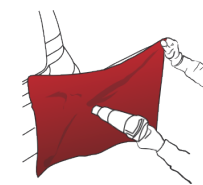
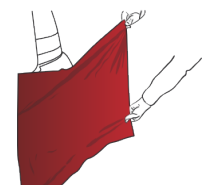
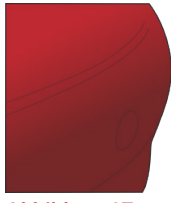

Abbildung 12
Abbildung 13
Abbildung 17
- › Folie auf 40 °C bis 50 °C erhitzen (Abb. 12) (30 °C und 40 °C für HX45CA890B, HX45CA891B, HX45CA892B) und so spannen, dass die konvexe Oberfläche vollständig bedeckt wird. (Abb. 13)
- › Die Verklebung ist beendet. (Abb. 17)
**!** Im Falle der SKINTAC HX45000 Folien mit strukturierten Oberflächeneffekten (Carbon) muss das Erwärmen der gespannten Folie (Abb. 12) bis (Abb. 17) mit größter Sorgfalt durchgeführt werden. Die Heißluftpistole (Handschweißbrenner) darf nicht im rechten Winkel zur Oberfläche gehalten werden. Sie sollte so geneigt sein, dass eine größere Oberfläche erwärmt wird. Dabei muss die Heißluftpistole immer bewegt werden. Das Erhitzen einer begrenzten Folienfläche kann zu einer definitiven Beeinträchtigung führen.